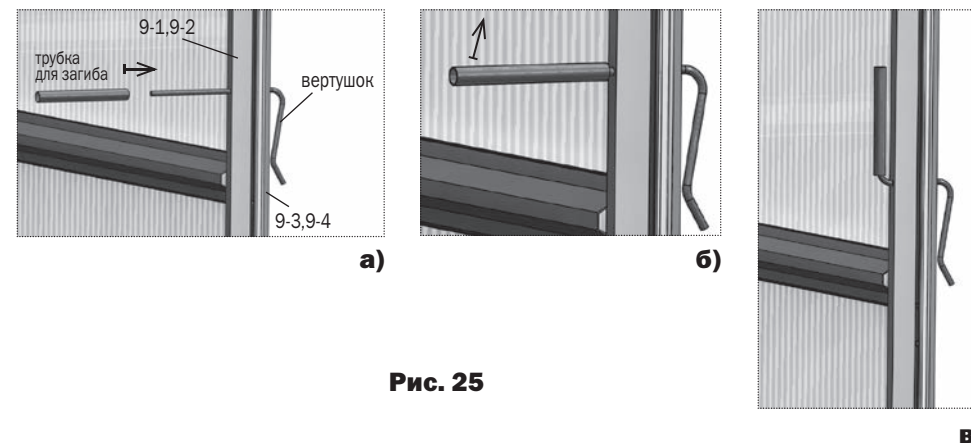

Рис. 25
- 12.** Проволочный вертушок для запирания дверей и форточек вставляется в отверстия стоек дверного проема прямым концом с наружной стороны до упора. С помощью трубки выполняется загиб внутреннего прямолинейного конца рукой вверх (**рис. 25**). Такая конструкция вертушка позволяет упруго прижимать двери и форточки торцов в закрытом состоянии, находясь как снаружи так и внутри теплицы.